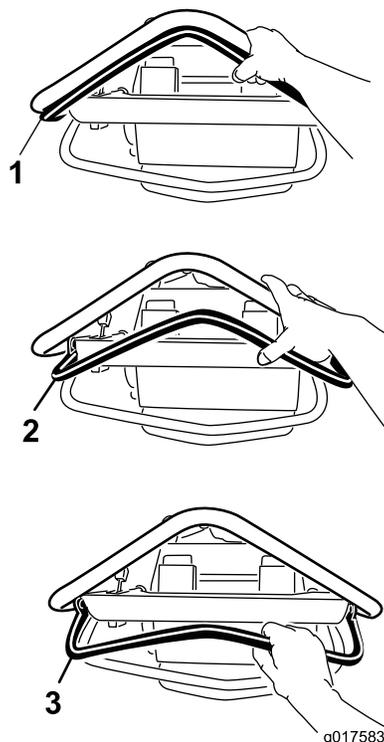

Figura 11
- Para conducir hacia adelante, mueva la palanca de control hacia adelante (Figura 11). Cuanto más adelante la empuje, más rápidamente se desplazará la máquina.
- Para conducir hacia atrás, tire la palanca de control hacia atrás (Figura 11). Cuanto más la empuje hacia atrás, más rápidamente se desplaza la máquina.
- Para parar, suelte la palanca de control (Figura 11).